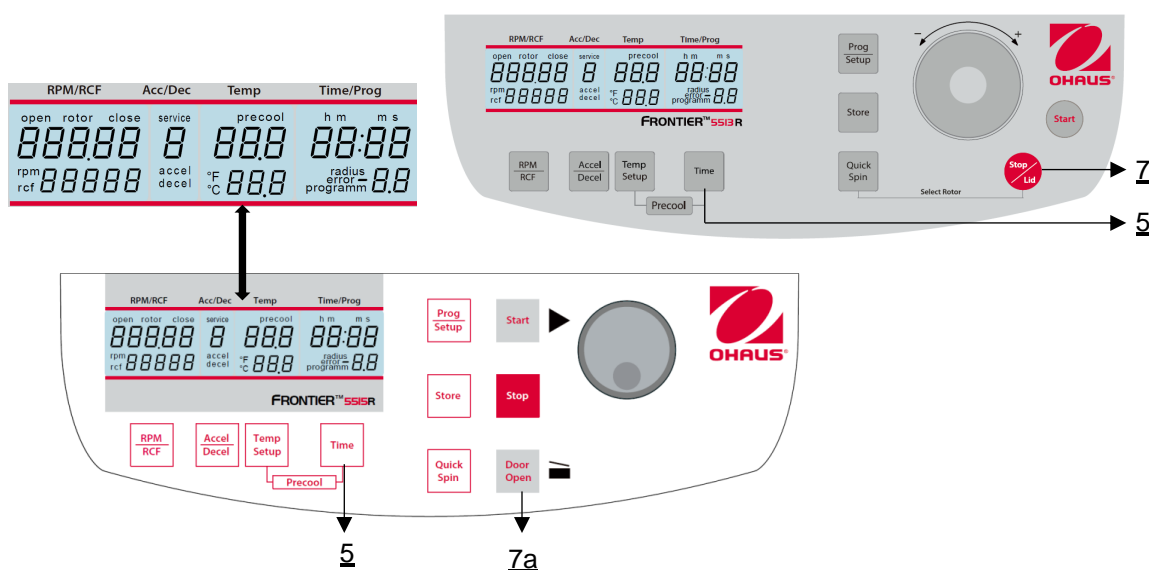

Figure 25
Ouvrir le couvercle de la centrifugeuse et couper l'interrupteur principal. Rallumez ensuite l'interrupteur principal. Pendant environ 3 secondes, le nom du modèle s'affiche à l'écran ainsi que la version actuelle du logiciel. Pendant ce temps, appuyez simultanément sur les touches "Time" (5) et "Stop/Lid" (7). Un test d'affichage est alors effectué pendant environ 3 secondes. Tous les indicateurs s'affichent en même temps (voir figure 25).